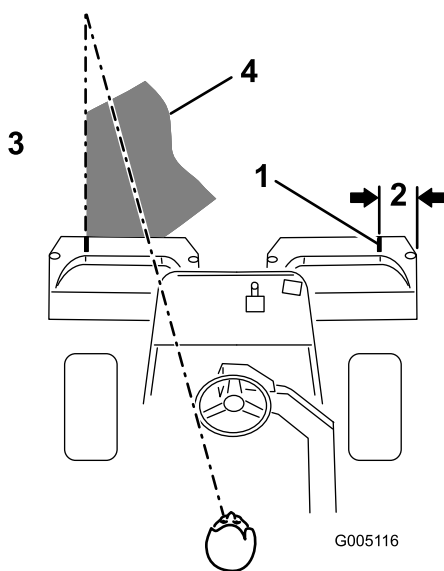

図 24
**注** グリーン内をぶれずにきれいに直進し、刈り込みの済んだ列との距離を一定に保って走るためには、車体前方 1.8 から 3 m のところに視線を置いて、刈り込み済みの済んでいる列にラインを合わせるようにするのがコツです 図 24。ハンドルを目印にして距離を合わせても良いでしょう。